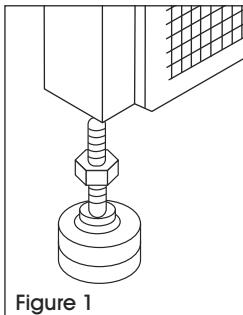

Figure 1
(See Figure 1)
1. Dévissez le patin de nivellation avec l'écrou du bas du panneau. (Voir Figure 1)